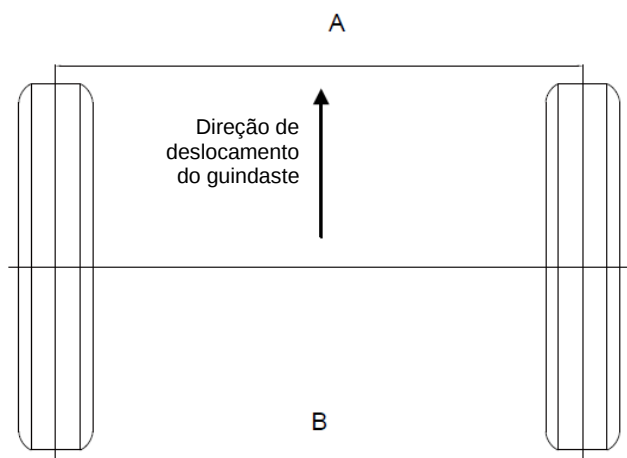

Figura 5-22 Convergência do eixo esterçável
- 1) Por meio da haste rosca do mecanismo trapezoidal, ajuste a convergência da roda do eixo esterçável para 4 mm – 6 mm (usualmente). Veja a Figura 5-22. Convergência da roda do eixo esterçável: $(B - A) \leq 5 \text{ mm}$. Ajuste a convergência como segue: